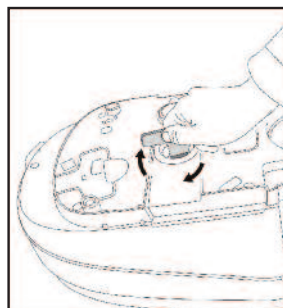

Fig 11
11. Riavvitare il tappo della caldaia come indicato nella fig. 11, senza forzare eccessivamente.